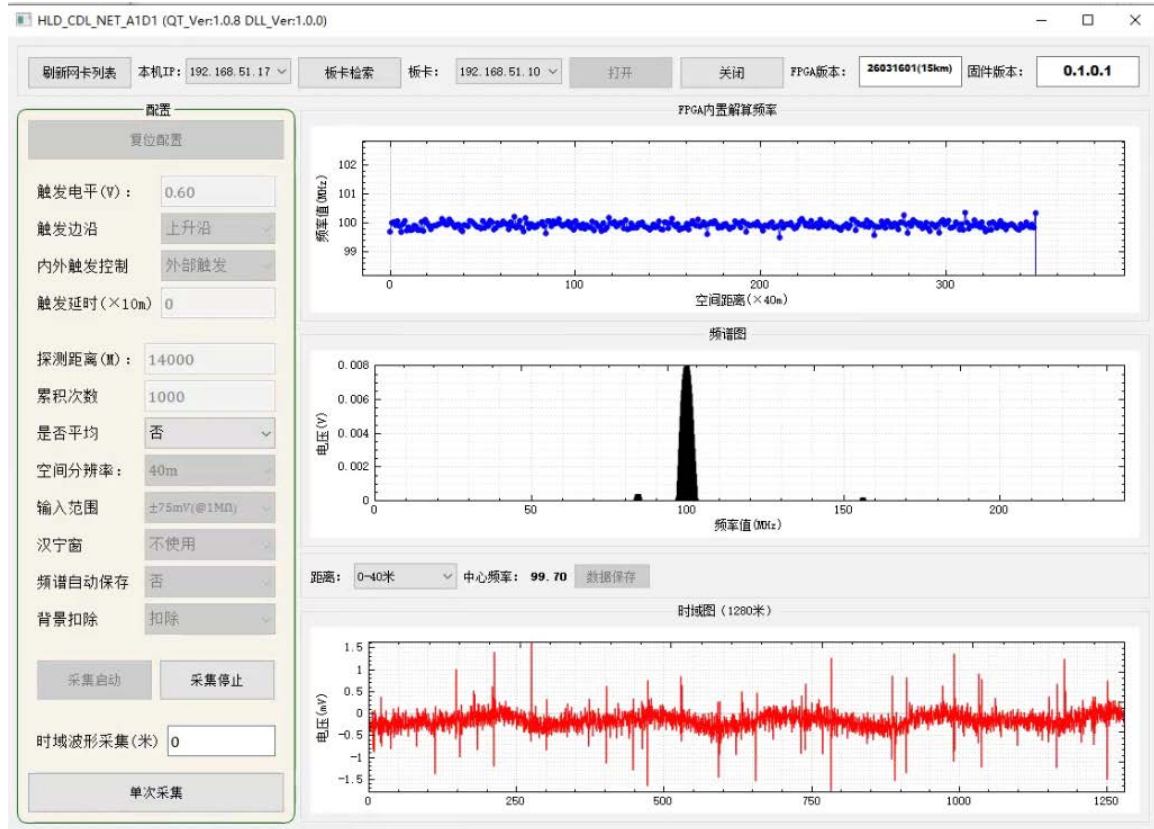

图3 输入100MHz 2mVpp正弦波衰减31dB (40m空间分辨率, 背景扣除)
- 1) 上图3所示软件界面中，点击“刷新网卡列表”，会显示出本机IP，若是多网口可从下拉列表中选择与板卡连接的IP，注意本机IP要设置成192.168.51.X，X不能为10。